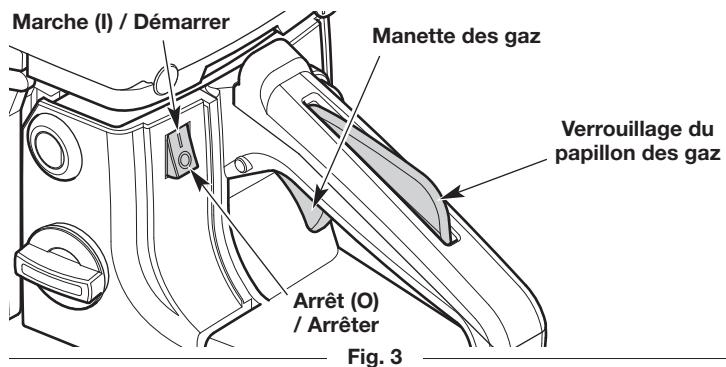

Fig. 3
5. Déplacez le bouton Marche/Arrêt en position **Marche** (Fig. 3).
REMARQUE : NE TOUCHEZ PAS à la commande des gaz avant l'étape 14 (Fig. 3).
8. **NE TOUCHEZ PAS** à la commande des gaz (Fig. 3). Posez l'appareil sur une surface plane. Dégagez la zone de tout objet qui pourrait entrer en contact avec la chaîne.
2. Déplacez l'interrupteur Marche/Arrêt en position d'**Arrêt** (Fig. 3). Attendez que la chaîne s'arrête complètement.